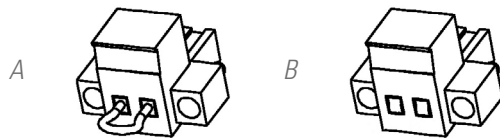

Fig. 4. Connecteur pour EPO externe.
5.3.2. Bornes pour EPO (Emergency Power Output) ⑤.
- Soit en retirant le connecteur femelle de la prise où il est inséré. Ce connecteur est relié à un câble de liaison qui ferme le circuit (voir Fig. 4-A).
- Soit en appuyant sur le bouton-poussoir externe à l'équipement et appartenant à l'utilisateur, installé entre les bornes du connecteur (voir Fig. 4-B). La connexion du bouton-poussoir doit être sur le contact normalement fermé -NF-, de sorte qu'il ouvre le circuit lorsqu'il est actionné.